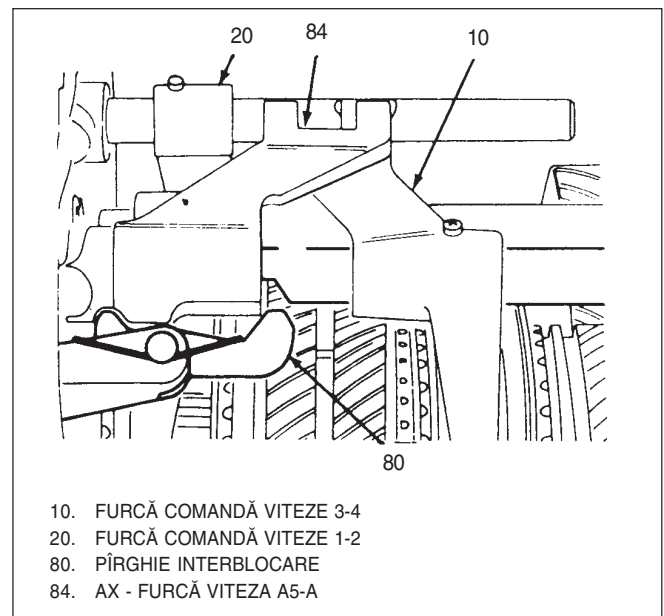

Fig. 83 Pîrghia interblocare pe placa portlagăre
- 8) Se prinde cu șuruburi suportul cu pîrghia pe placa portlagăre(26), Fig 83.